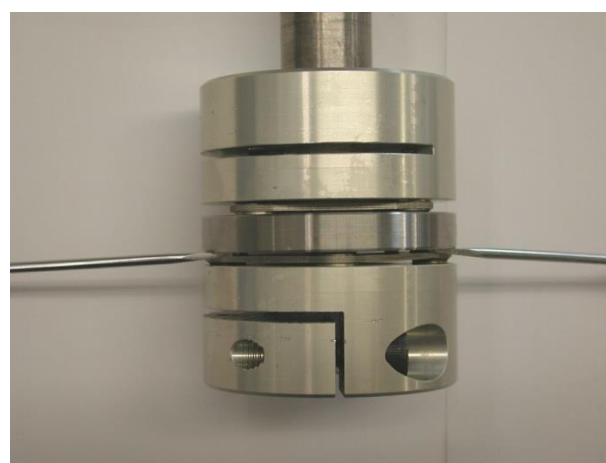

Рис. 5
Для снятия пакета ламелей (2) используйте надлежащие инструменты, например, отвертки с левой и правой стороны от втулки с буртиком (2а) (Рис. 5).